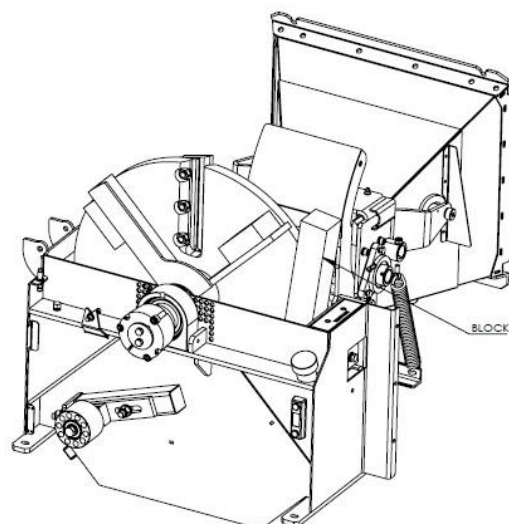

Bild 2
10. Klingen mit neuen Schrauben, Unterlegscheiben und Muttern wieder befestigen. Das Holz in die 2. Position bewegen (Bild 2).